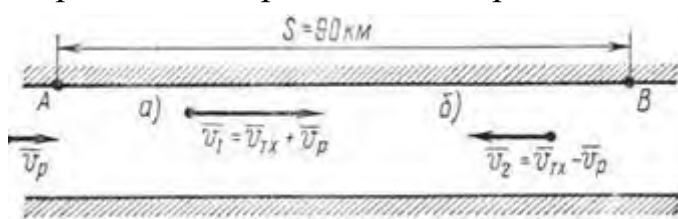

Рисунок 20
1. Расстояние  $S = 90$  км между двумя пристанями, расположенными на реке (рис. 20), теплоход проходит без остановки в одном направлении (по течению) за  $t_1 = 3$  ч и в обратном направлении (против течения) за  $t_2 = 5$  ч. Определить скорость течения реки и собственную скорость теплохода.